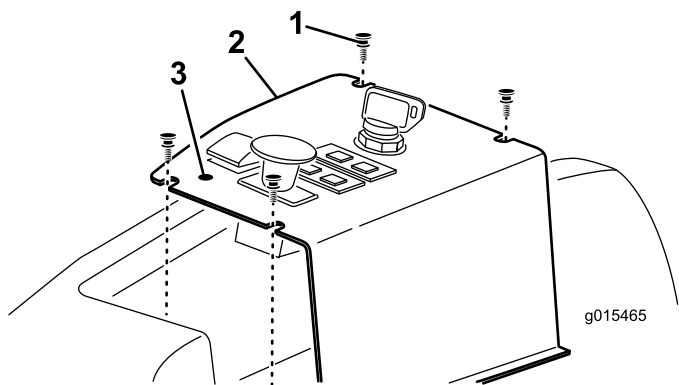

Figura 12
1. Localice y perforo con cuidado la pegatina del panel de control, delante del interruptor de elevación, para dejar expuesto el taladro de montaje de la palanca de bloqueo del interruptor de elevación (Figura 12).
- Retire los cuatro tornillos que sujetan el panel de control a la máquina (Figura 12).